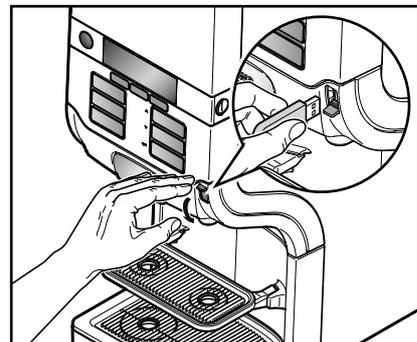

Fig. 23
- Insira a chave USB „tiragem temporária de bebidas“ fornecida em conjunto na porta USB da máquina. (Fig. 23)